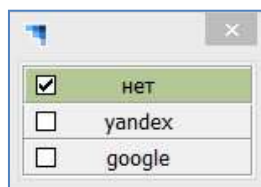

Рисунок 59 – Окно выбора слоя
3) кнопка «Слой» (Рисунок 56, поз 3) – включение/выключение окна выбора дополнительного слоя, представляющего собой схему местности, налагаемую на карту в навигационном окне. Выбранный слой или отсутствие слоя обозначается символом «галка» (Рисунок 59).